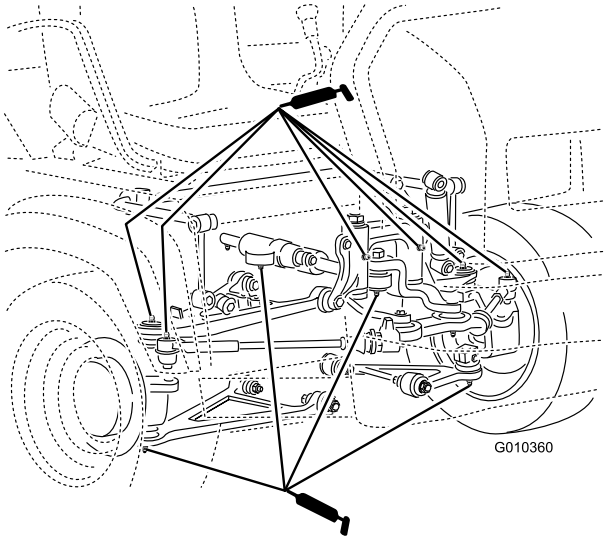

Рисунок 41
- Шаровые опоры (4), тяги (2), шарниры (2) и гидроцилиндр рулевого управления (2) (Рисунок 41)